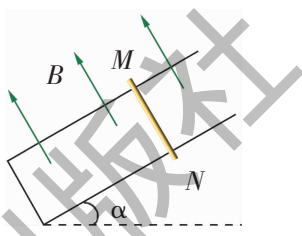

图 1-10
10. 如图 1-10 所示, 足够长的光滑 U 形导体框架的宽度  $L=0.40\text{ m}$ , 电阻忽略不计, 其所在平面与水平面所成的角  $\alpha=37^\circ$ , 磁感应强度  $B=1.0\text{ T}$  的匀强磁场方向垂直于框平面. 一根质量为  $m=0.20\text{ kg}$ 、有效电阻为  $R=1.0\ \Omega$  的导体棒  $MN$  垂直跨放在 U 形框架上, 导体棒从静止开始沿框架下滑到刚开始匀速运动时, 通过导体棒截面的电量共为  $Q=2.0\text{ C}$ . 求: